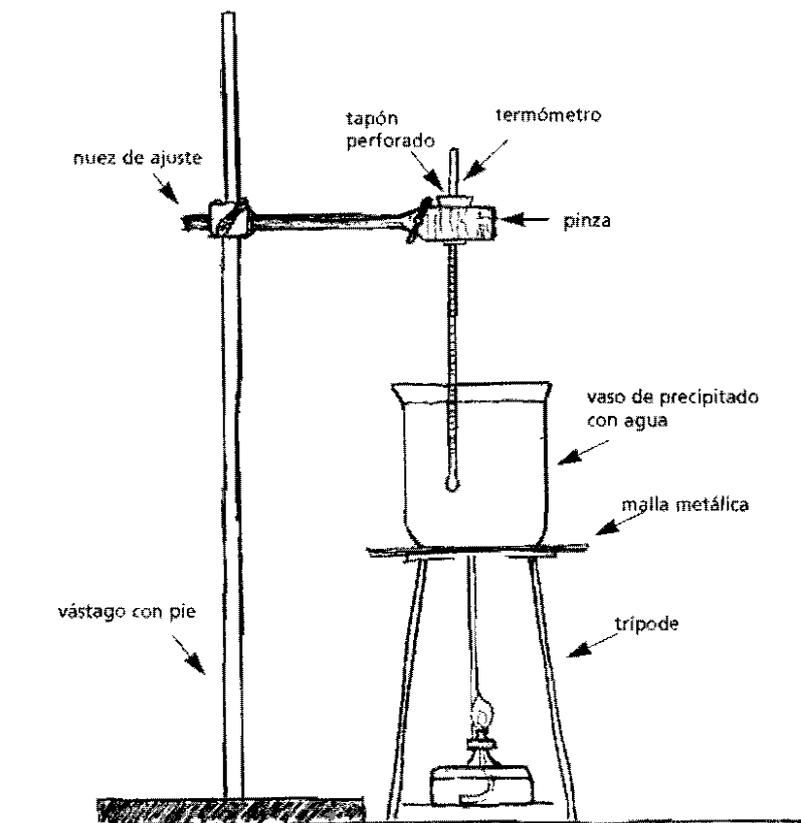

Figura 1
■ Introducir el termómetro en el agujero del tapón, sujetarlo con una pinza y apoyarlo sobre el vaso de precipitados, como indica la Figura 1.